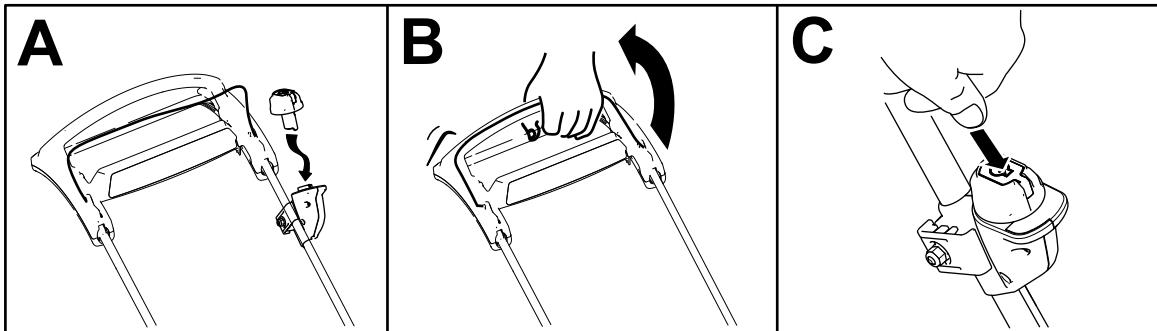

Bild 9
2. Führen Sie den Elektrostarttaster in den Elektrostartschatz (A in Bild 9).
3. Drücken Sie den Schaltbügel und halten Sie ihn gegen den Holm (B in Bild 9).
4. Halten Sie den Elektrostarttaster gedrückt, bis der Motor startet (C in Bild 9).